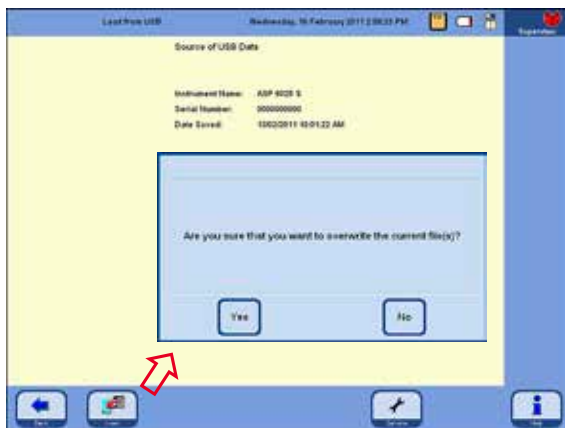

Fig. 119
Deoarece există deja date ale aparatului pe stick-ul ASP6025 S, acestea vor fi suprascrise și, prin urmare, șterse. Acest lucru va fi indicat printr-un mesaj de avertizare (Fig. 119) și trebuie confirmat cu YES (DA). Prin apăsarea butonului NO (NU) se încheie procesul.